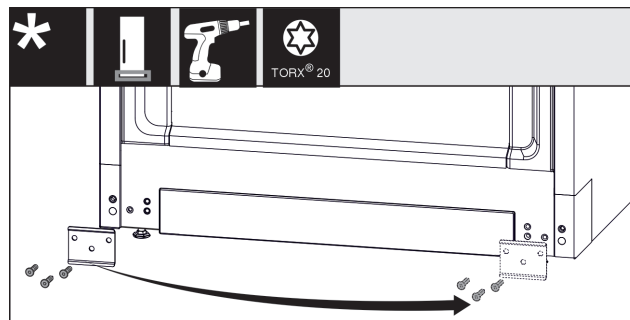

Fig. 12
- ▶ Відкрити щиток, переставити на інший бік і знову накрутити. Fig. 12 (1)
- ▶ Знову одягнути кришку з іншого боку. (1)